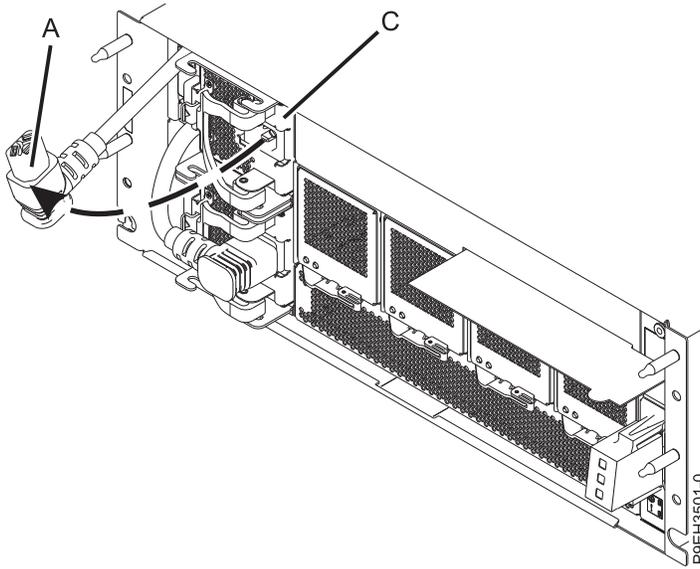

Figura 4. Desconexión del cable de alimentación de la fuente de alimentación en el cajón de expansión PCIe3 EMX0
2. Desconecte el cable de alimentación de la fuente de alimentación tirando del cable **(A)** sacándolo de la fuente de alimentación **(C)** en la dirección que se muestra en la Figura 4.